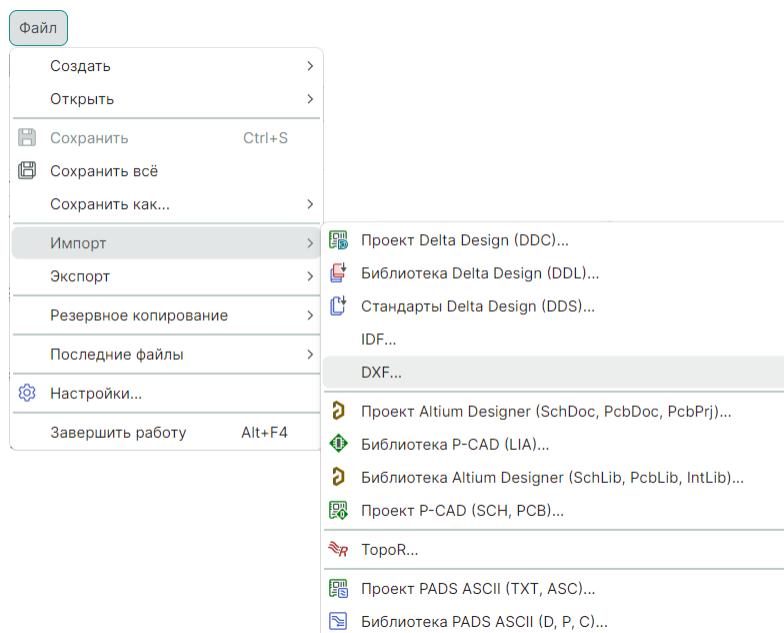

Рис. 81 Вызов импорта из главного меню
1. Воспользуйтесь механизмом «drag-and-drop» и перетащите файл DXF из локального месторасположения в рабочую область редактора чертежей или используйте раздел главного меню «Файл» → «Импорт» → «DXF», см. Рис. 81.